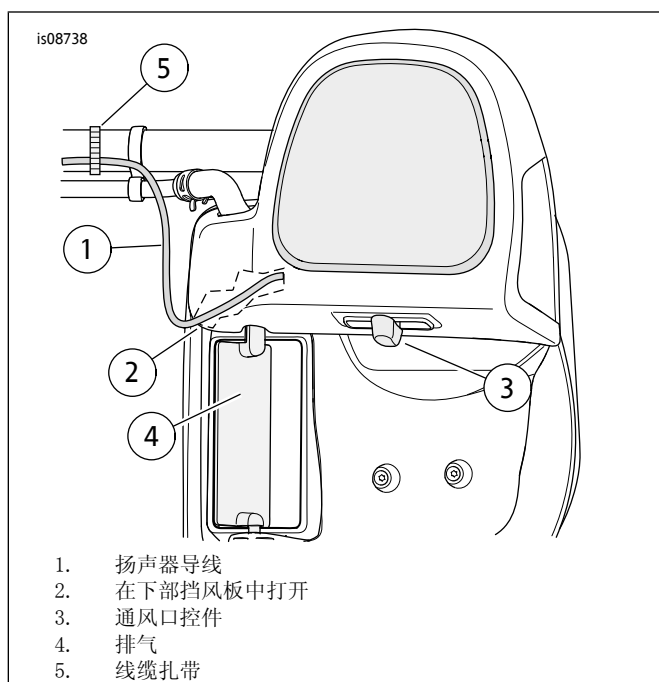

图1。扬声器导线布设
5. 参见图1。牵引线穿过小型开口(2)。防止电线与通风口(4)接触和通风口控件(3)接触。